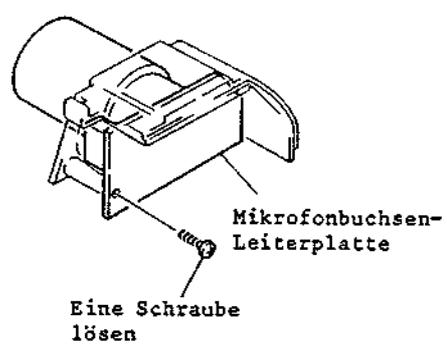

Abb. 2-30 Ausbau der Mikrophonbuchsen-Leiterplatte
2-8 Ausbau der Mikrophonbuchsen-Leiterplatte (Abb. 2-30)
2. Eine (1) Befestigungsschraube der Mikrophonbuchsen-Leiterplatte lösen (siehe Abb. 2-30).